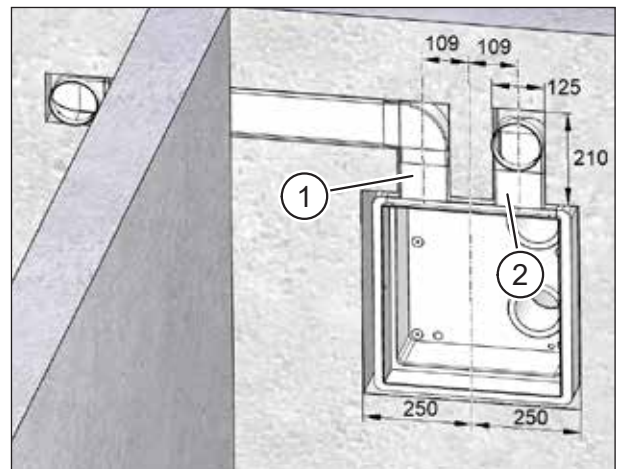

Abb. 14: Mauernuten für Kanalanschluss mit Flachkanal fräsen, Maße in Millimeter
- ▶ Fräsen Sie mit der Mauernutfräse zwei Nuten für den Abluftkanal (Pos. 1 in Abb. 14) und für den Zuluftkanal (Pos. 2 in Abb. 14) mit der Breite 125 mm, der Tiefe 70 mm und einer Höhe von mindestens 210 mm (siehe Abb. 14).
In Abb. 14 finden Sie ein Beispiel für die vertikale und horizontale Verlegung von Flachkanälen.